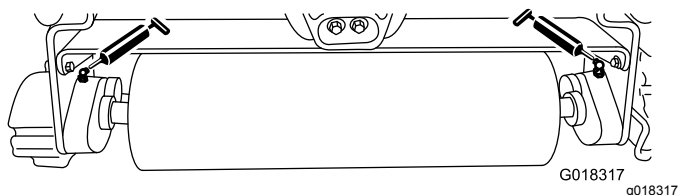

Figure 6
Lubrifiez les 2 graisseurs (Figure 6) situés sur chaque unité triple rouleau toutes les 15 heures de fonctionnement avec de la graisse au lithium n° 2. Utilisez une pompe à graisse manuelle pour obtenir des résultats optimaux.
2. Injectez de la graisse dans les roulements d'arbre jusqu'à ce que vous ressentiez une pression (Figure 6).